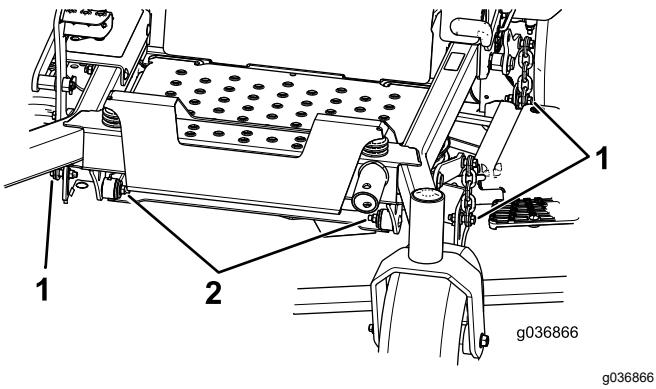

Figura 84
8. Îndepărtați și păstrați uruburile și piuliile de pe ambele laturi ale mainii (Figura 84).